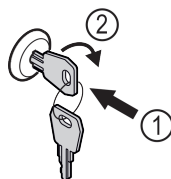

Fig. 192
- Vstavite ključ Fig. 192 (1).
- Ključ obrnite v smeri urnih kazalcev za 90° Fig. 192 (2).